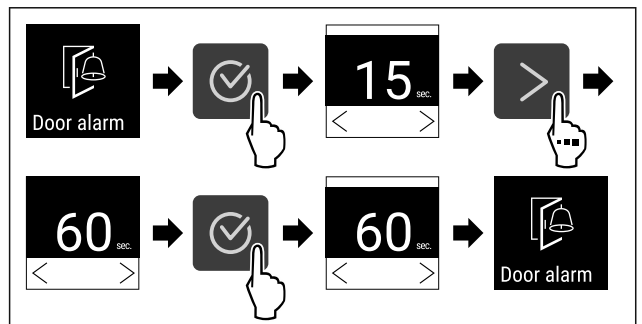

Fig. 87
► Vykonaťte kroky akcie (pozri Fig. 87) .